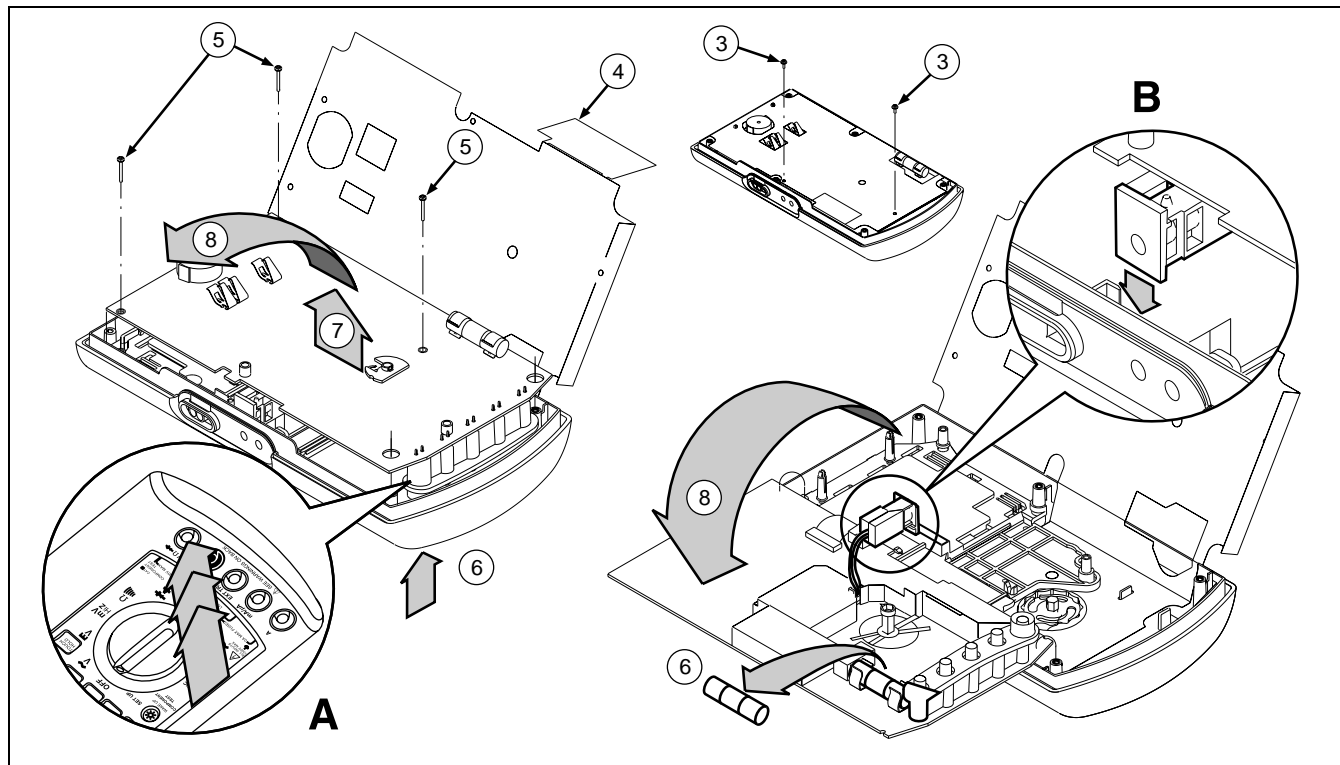

Figure 7-1. Remplacement du fusible 11A (haute énergie)
3. Enlevez les deux vis retenant le blindage selon la figure 7-1. Puis, décollez le blindage en le séparant des deux colonnettes en haut de la carte imprimée.
6. Délogez la carte imprimée, en appuyant sur le connecteur d'entrée Volts-Ohms, de la partie inférieure avant droite du GMM. (Voir Figure 7-1, Détail A).
7. Soulevez la carte imprimée d'environ 2,5 cm, en sortant la connexion fendue du suppresseur de piles. (Voir Figure 7-1, Détail A).
4. En abaissant la carte, vérifiez que la connexion du suppresseur de piles (Détail B de la figure 7-1) s'ajuste avec précision dans sa fente contre la paroi supérieure du boîtier.